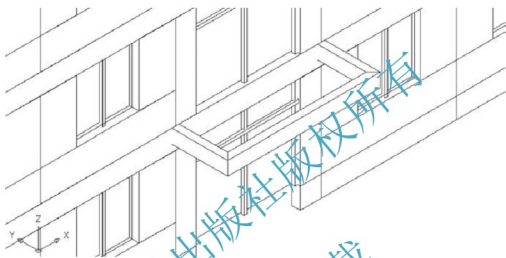
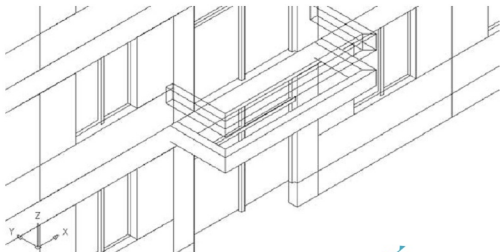

图 6.40 将二层阳台的挑梁和封边梁移动就位
图 6.41 复制生成阳台扶手
- (1) 在命令行输入“M”后按 Enter 键, 启动【移动】命令。
- (2) 在**选择对象**: 提示下, 选择刚才绘制的挑梁和封边梁。
- (3) 在**指定基点或 [位移(D)] <位移>**: 提示下, 在绘图区域单击任意一点作为移动的基点。
- (4) 在**指定第二个点或 <使用第一个点作为位移>**: 提示下, 输入“@0<0, 3900”, 表示将挑梁和封边梁向 Z 轴正方向移动  $3900(3300+600)$ mm, 结果如图 6.40 所示。
- (1) 启动【复制】命令 (快捷键 CO)。
- (2) 在**选择对象**: 提示下, 选择如图 6.40 所示的挑梁和封边梁。
- (3) 在**指定基点或 [位移(D)] <位移>**: 提示下, 在绘图区域单击任意一点作为复制的基点。
- (4) 在**指定第二个点或 <使用第一个点作为位移>**: 提示下, 输入“@0<0, 1100”, 表示将挑梁和封边梁向 Z 轴正方向移动  $1100(900+200)$ mm, 结果如图 6.41 所示。
- (5) 修改阳台扶手的高度。